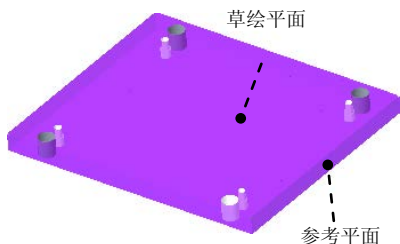
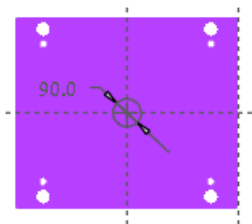

图 30.45 定义草绘平面
图 30.46 截面草图
Step3. 定义动模座板。在模型树中选择动模座板并右击，然后在系统弹出的快捷菜单中选择命令，系统转到零件模式下；单击 模型 功能选项卡 形状 区域中的按钮，此时系统弹出“拉伸”操控板；选取图 30.45 所示的表面为草绘平面，然后选取图 30.45 所示的表面为参考平面，方向为 右。单击 草绘 按钮，进入草绘环境；绘制图 30.46 所示的截面草图（一个圆）；完成截面的绘制后，单击“草绘”操控板中的“确定”按钮；在操控板中选取深度类型，单击“切除材料”按钮；在“拉伸”操控板中单击按钮，完成特征的创建，结果如图 30.47 所示；选择下拉菜单 文件 → 关闭(C) 命令。